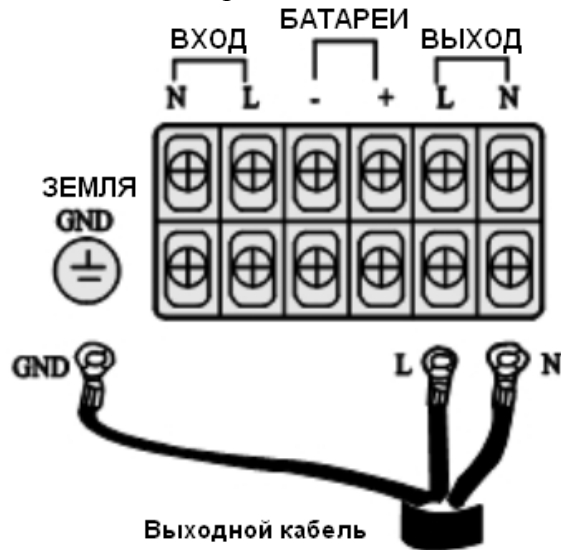

Рис. 14
- 2. Положение и путь подключения показаны на рис.14.